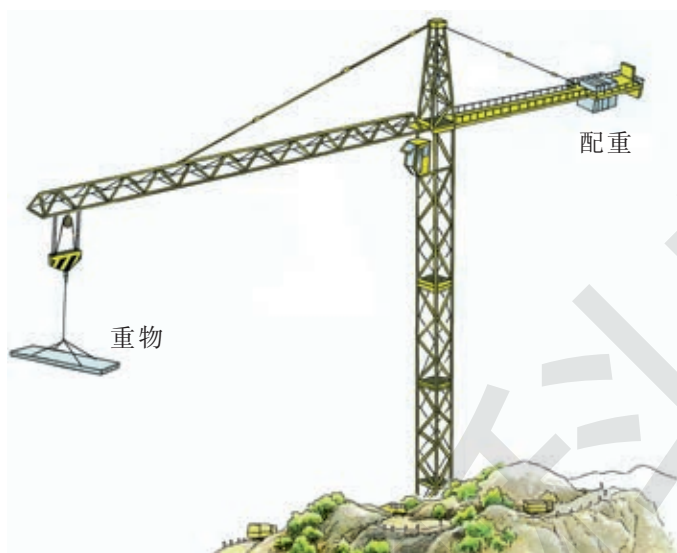

图 2-17 塔吊
**案例** 如图 2-17 所示的塔吊,动力臂长 50 m,端部吊重 0.8 t,平衡臂长为 15 m。当吊臂平衡时若不考虑吊臂的重力和钢绳的作用,用我们学过的知识,分析塔吊配重的作用并计算这时配重的质量。